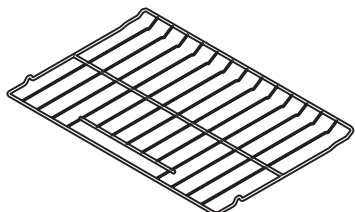
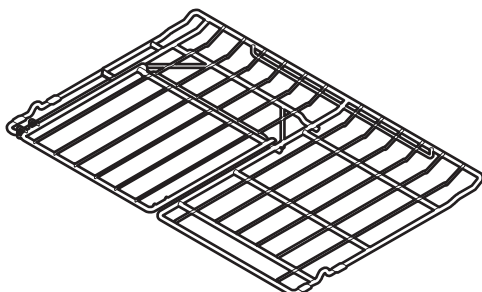
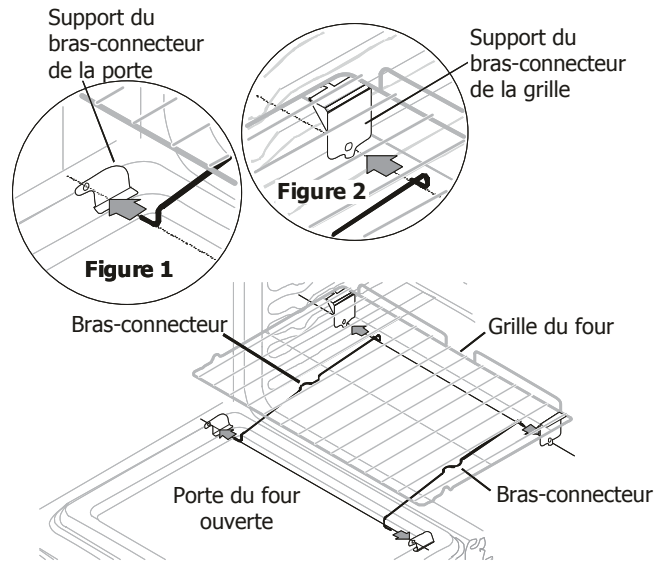

Figure 1
Figure 2
Figure 3 - Installation de la grille Effortless^{MC}
- La grille plate avec poignée (Figure 1).
- La demi-grille plate (Figures 2 & 3).
La **demi-grille plate** possède une partie détachable pour donner plus d'espace aux coupes de viandes plus grosses. La portion de la demi-grille peut être utilisée pour d'autres types de nourriture comme les mets en casserole (Figures 2 & 3). Pour enlever la partie détachable, appuyez une pression sur la partie avant gauche de la portion détachable de la grille (Figure 5) et inclinez-la dans le sens des aiguilles d'une montre. Pour la replacer, insérez le crochet à l'arrière de la portion détachable (Figure 5) et déposez-la vers le bas. Assurez-vous que les deux côtés avant s'accrochent correctement à la portion fixe de la grille (Figure 6).
3. Placez la grille Effortless^{MC} à la position 1, 2 ou 3 seulement (voir la section **Positions recommandées des grilles** pour vérifier la position des grilles). Assurez-vous que les supports des bras-connecteurs se trouvent à l'arrière et qu'ils sont orientés vers le bas (voir la figure 2).
4. Assemblez un bras-connecteur à la fois. Avec la porte du four ouverte et la grille en place, installez un bout du bras-connecteur dans le trou du support du bras-connecteur situé sur la porte (Figure 1) et l'autre bout du bras-connecteur dans le trou du support bras-connecteur de la grille (Figure 2 et à la figure 3). La grille devra être tirée hors du four ou repoussée dans le four pour ajuster la position de la grille avec la longueur du bras-connecteur.